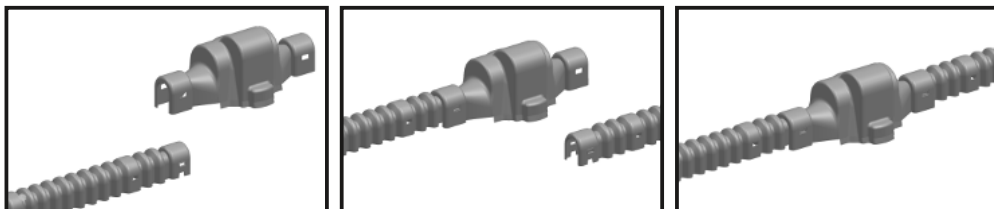

Рис. 31.
9.2.2. Присоединить поочередно к капоту гофр-рукава, вставив их концевые части в соответствующие пазы капота (Рис. 31).